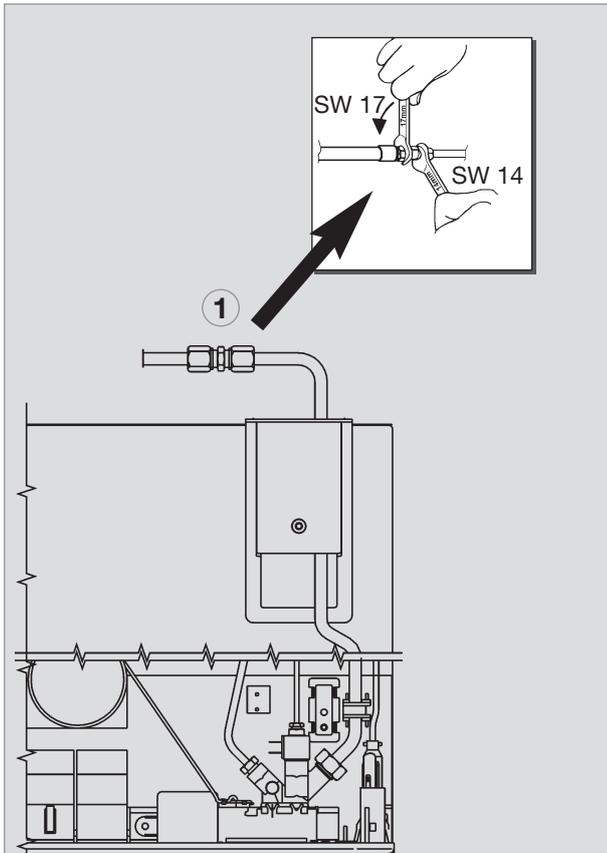

Fig. 37
- A ligação do gás ao aparelho é efectuada através de tubagem de acoplamento Ermeto L8, DIN 2353-ST, em conformidade com EN 1949 (fig.37,38).